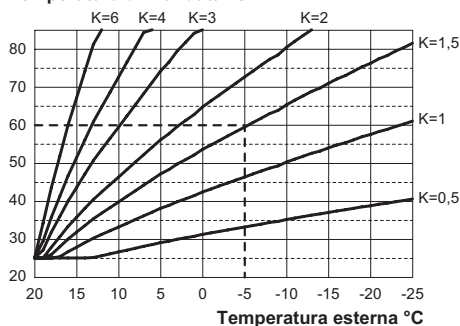

Figura 5.30
Se alla caldaia **È COLLEGATO** il comando remoto (opzionale) riferirsi alla Figura 5.30. In questo caso il settaggio del coefficiente K deve essere fatto da remoto.
Il coefficiente K è un parametro che innalza o abbassa la temperatura di mandata caldaia al variare della temperatura esterna. Quando si installa la sonda esterna bisogna impostare questo parametro in base al rendimento dell'impianto di riscaldamento per ottimizzare la temperatura di mandata (Figura 5.30).
Es. Per avere una temperatura di mandata all'impianto di riscaldamento di 60°C con una esterna di -5°C si deve settare un K di 1,5 (linea tratteggiata in Figura 5.30).
- Utilizzando i tasti 16 o 17 è possibile modificare il valore del parametro 15 da un minimo di **01** ad un massimo di **60** in base alla curva scelta del coefficiente K in Figura 5.30 (il valore letto sul display corrisponde a valori decimali di coefficienti K).